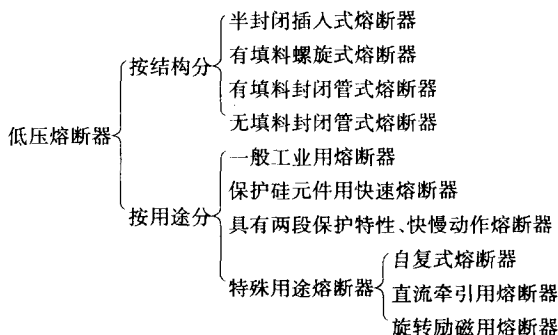

图 1-8 低压熔断器的分类
(1) 低压熔断器的分类。低压熔断器的种类繁多,常见低压熔断器的分类如图 1-8 所示。